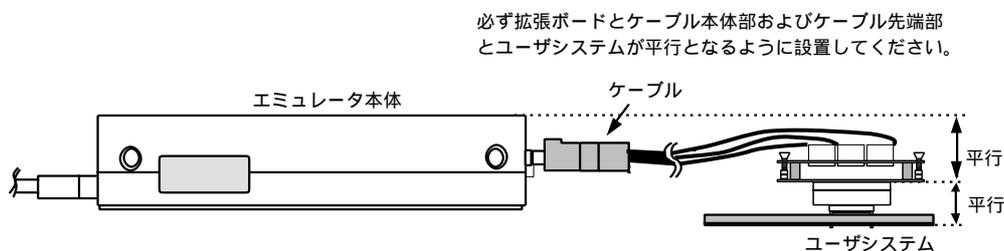

図 12 設置例
5. ユーザシステムに接続した状態では、ユーザシステムインタフェースケーブル、特にケーブル先端部に無理な力が加わらないように注意する必要があります。図12の設置例を参照してご使用ください。